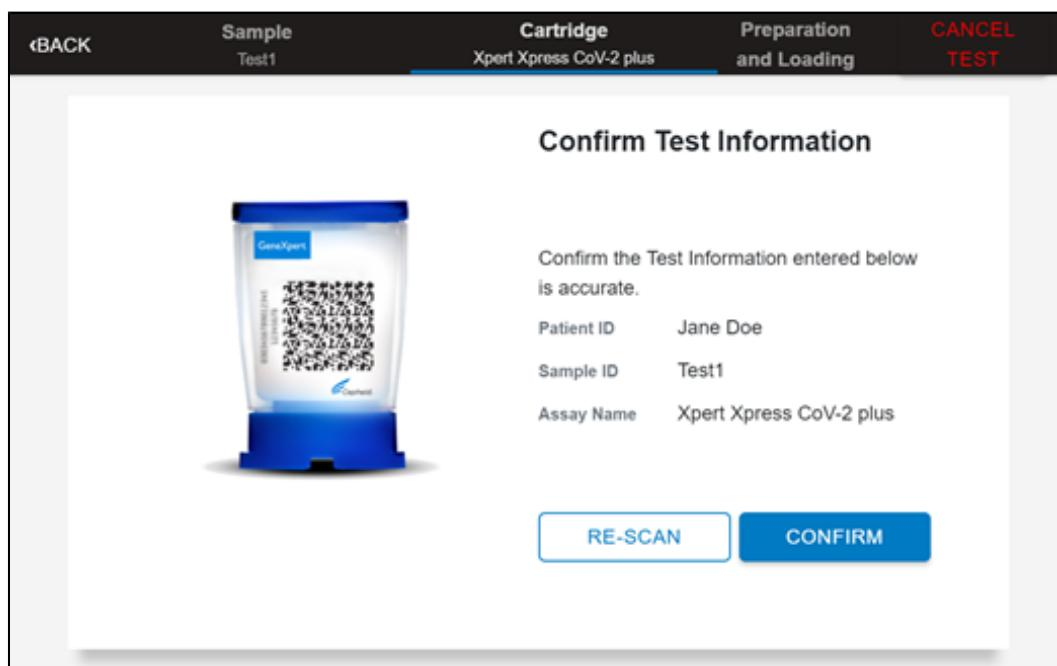

Figure 18. Écran Confirmer les informations du test (Confirm Test Information)
- Vérifier que la bonne cartouche a été lue et que le nom du test indiqué sur l'écran correspond au nom du test indiqué sur la cartouche (voir la Figure 18).